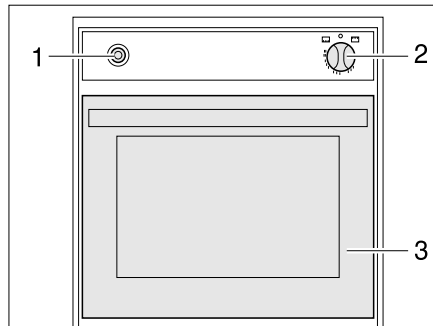

Bild 132 Gasbackofen
- Backofenklappe (Bild 132,3) ganz öffnen.
- Drehregler (Bild 132,2) leicht drücken und auf "🔥" (Backofen) oder "GRILL" stellen.
- Drehregler (Bild 132,2) drücken und 5 bis 10 Sekunden lang gedrückt halten. Es strömt Gas zum Brenner.
- Zündschalter (Bild 132,1) so oft drücken, bis die Flamme brennt.
- Drehregler (Bild 132,2) auf "O" drehen. Die Flamme erlischt.